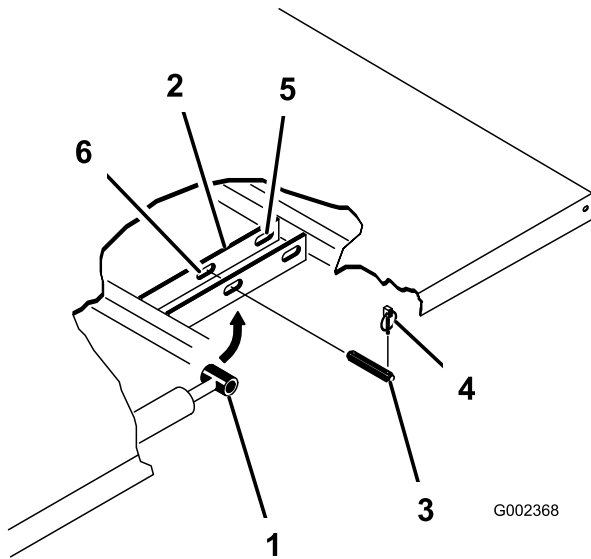

Figura 34
3. Retire los pasadores de seguridad de los extremos exteriores de los pasadores de las varillas de los cilindros (Figura 34).
4. Retire los pasadores que fijan los extremos de las varillas de los cilindros a las chapas de montaje de la plataforma empujando los pasadores hacia dentro (Figura 34).
5. Retire los pasadores de seguridad y los pasadores que fijan las placas de giro al bastidor (Figura 34).